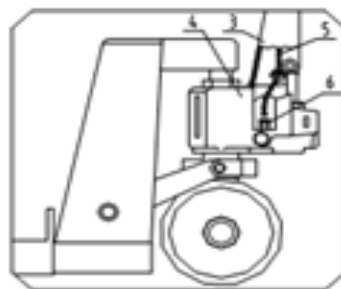
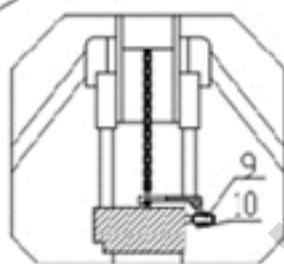

Рис.2
Рис. 5
3. Поверните ролик 2, убедитесь, что ось ролика находится в вертикальном положении. Проведите цепь рукоятки 5 через отверстие в ролике 2 (Смотрите рис. 2).
4. Возьмите винтовую гайку, которая находится на конце цепи 5 и подтяните паз платы рычага 6. (Смотрите рис. 2 и рис. 5).
8. Шуруп 9 на рис. 5 используется для регулирования положения тележки. Когда тележка опускается сразу после поднятия, вам следует немного повернуть шуруп 9 против часовой стрелки, и повторять до тех пор, пока тележка не станет поднимать груз нормально. Если тележка не опускается после поднятия, вам следует немного повернуть шуруп 9 по часовой стрелке и проверить снова. Внешняя шестигранная гайка 10 на шурупе 9 выполняет блокирующую функцию на тележке. Поэтому вам следует отвинтить гайку 10 до регулирования и вернуть её в исходное положение после регулирования.